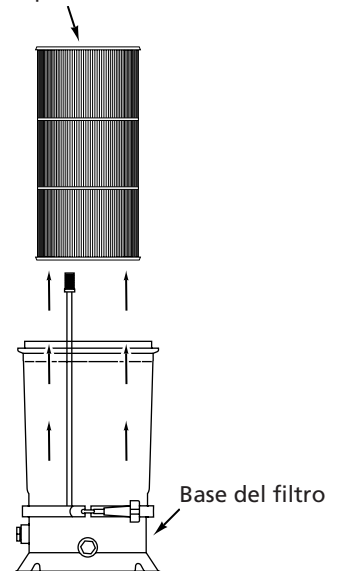

Figura 9
11. Levante y saque el elemento del cuerpo del tanque (Ver figura 9). No deje caer el elemento del filtro. Coloque el elemento en una zona limpia en donde se pueda lavar con una manguera.